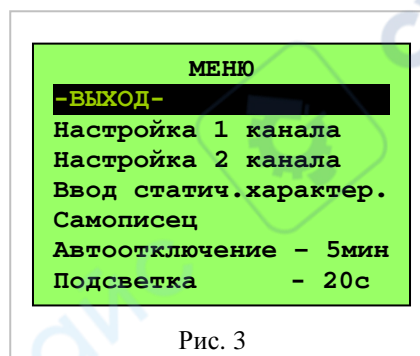

Рис. 3
2.3.1 Для входа в «МЕНЮ» установок необходимо кратковременно нажать на кнопку «■» во время измерений. На дисплее прибора появится картинка, аналогичная рис. 3. Перемещение по полям меню осуществляется при помощи кнопок «▲», «▼». Выбор – «■».